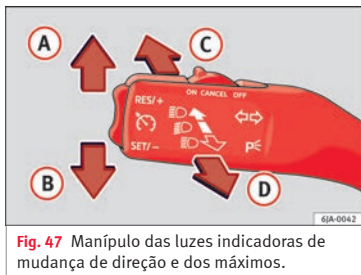

Fig. 47 Manípulo das luzes indicadoras de mudança de direção e dos máximos.
- Empurrar o manípulo » **Fig. 47** para cima (A) ou para baixo (B).
- Pressione o manípulo » **Fig. 47** para a frente no sentido da seta (C).
- Os máximos desligam-se quando o manípulo volta à sua posição original, no sentido da seta (D).
- Puxe o manípulo » **Fig. 47** na direção do volante (ponto de pressão) no sentido da seta (D).
- Empurre o manípulo das luzes indicadoras de mudança de direção » Fig. 47 » Página 67 para cima ou para baixo – acendem-se as luzes de presença do lado direito ou esquerdo do veículo.